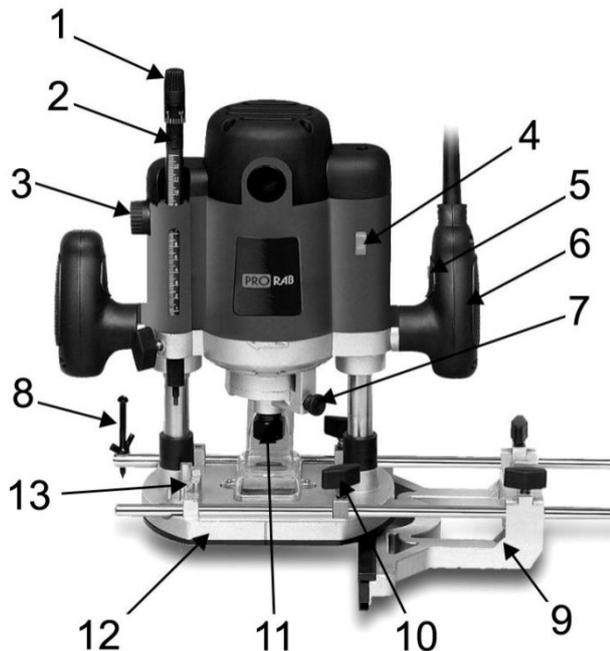
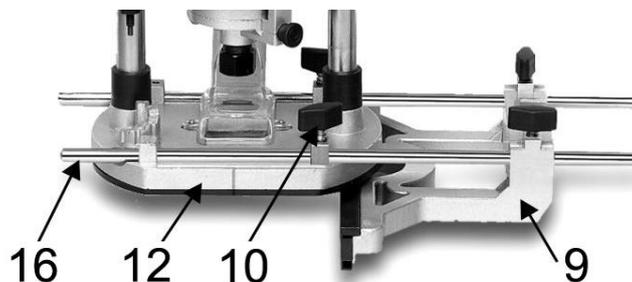

Рис. 1
Рис. 3
- Используя параллельную направляющую (9)(См. Рис.3), Вы сможете передвигать инструмент точно параллельно краю заготовки.
- Вставьте стержни направляющей (16) в основание фрезера (12)(См. Рис.3).
- Затяните фиксирующие винты (10)(См. Рис.3).
- При выполнении кругового реза, на конце стержня (16)(См. Рис.3) можно закрепить циркулярный упор (8)(См. Рис.1), который будет играть роль точки опоры при круговом вращении фрезера.
- Регулятор управления скоростью хода (4)(См. Рис.1) применяется, чтобы установить требуемую скорость вращения режущей фрезы.
- Отметьте начальное значение на шкале (2)(См. Рис.1).
- Поворотом регулятора (3)(См. рис.1), установите ограничитель напротив полученного значения.
- Поверните барабан (13)(См. Рис. 1) на нужную ступень, если Вам требуется выполнить несколько резов различной глубины.